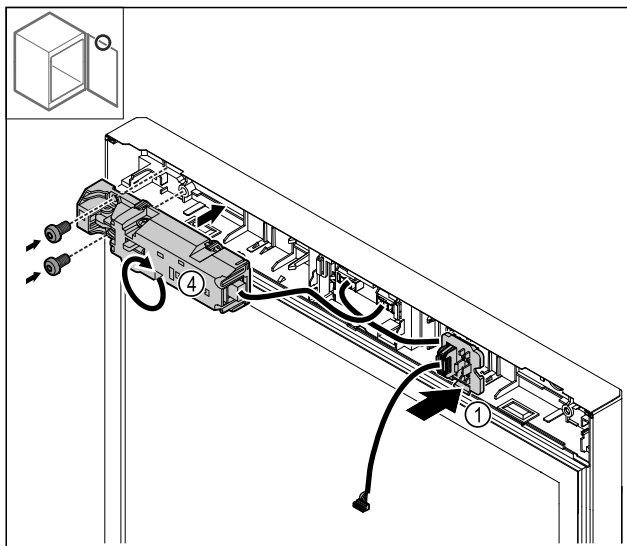

Fig. 28
- Zaistíte držiak zástrčky Fig. 28 (1) na opačnej strane.
- Otočte elektrickú zámku Fig. 28 (4) o 180° a upevnite ho na opačnej strane.